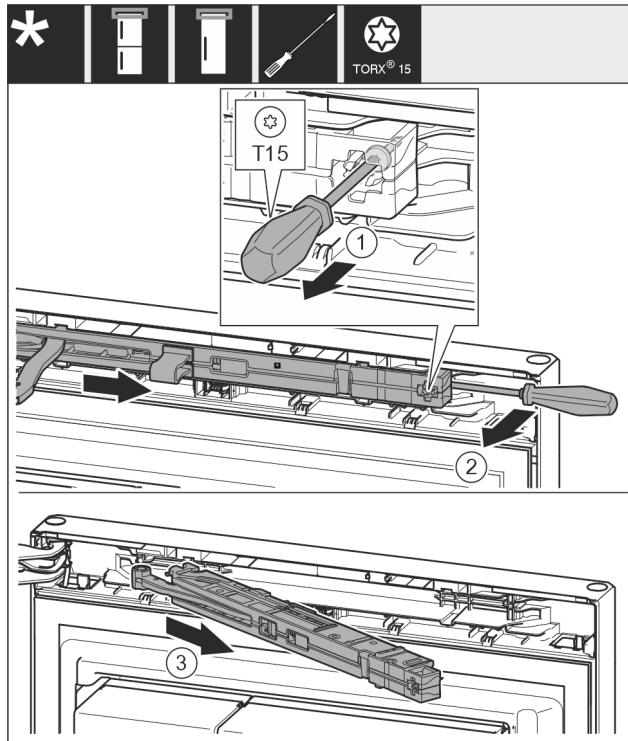

Fig. 10
- Ослабьте винт на узле амортизатора закрывания двери с помощью отвертки T15 примерно на 14 мм. Fig. 10 (1)
► При помощи отвертки со стороны ручки переместите за узел амортизатора и поверните узел вперед. Fig. 10 (2)
► Извлеките узел амортизатора. Fig. 10 (3)